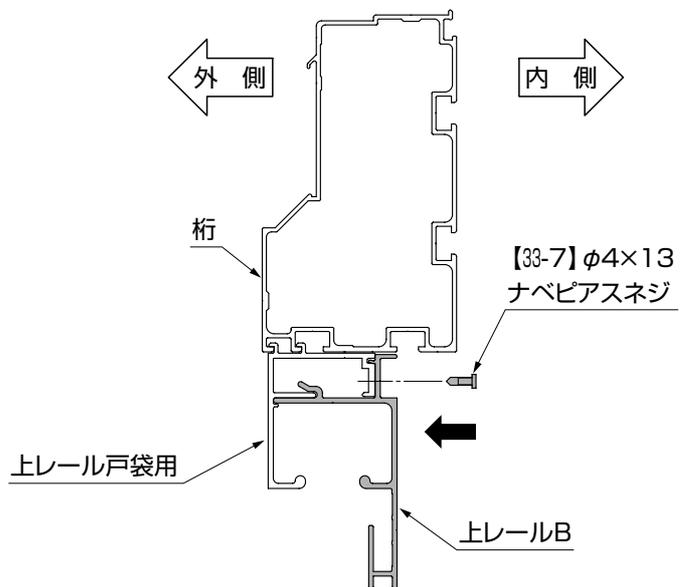

図6-3
- 上レール戸袋用・上レールAの溝に上レールBを横から入れて取付けてください。(図6-3参照)